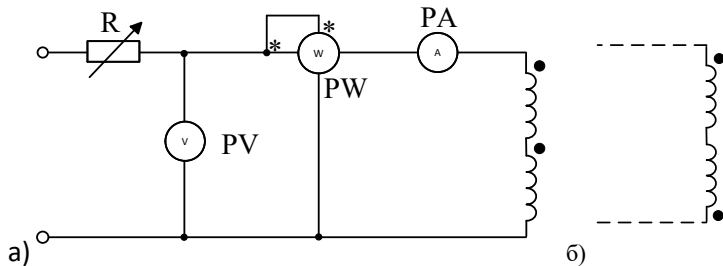

Рис. 5.5
2.2.1. Собрать цепь по схеме, приведенной на рис. 5.5.
2.2.2. Подключить собранную цепь к выходным зажимам источника регулируемого переменного напряжения. Измерить при одном значении зазора l_0 (величину зазора указывает преподаватель), ток, напряжение и мощность при согласном (рис.5.5 а) и встречном (рис.5.5 б) включении сочетаний обмоток: 1-2, 2-3 и 3-1. Результаты измерений записать в табл. 5.4.